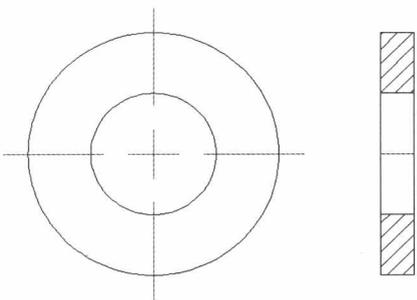

图1-21 特性匹配
**步骤 21** 根据提示进行操作，选择圆心标注为源对象，并选择矩形中心线为目标对象，进行特性匹配，效果如图1-21所示。